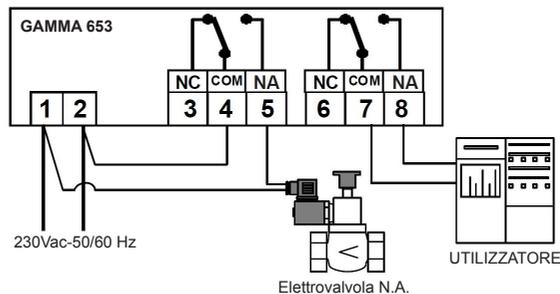
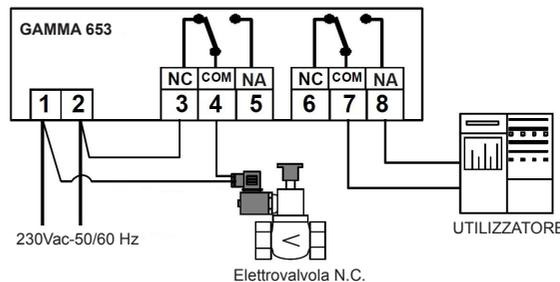

Fig.3
Fig.4
essa può essere di tipo **N.A.**(Normalmente Aperta, Fig.3) o **N.C.** (Normalmente Chiusa, Fig.4). Ricordiamo che l'elettrovalvola va installata sulla tubazione del gas all'esterno del locale da controllare in quanto non può proteggere da perdite che avvengano a monte della stessa.
• **CON IL JUMPER IN QUESTA POSIZIONE, IN CASO DI ALLARME I RELE' COMMUTANO E I MORSETTI 4-5 E 7-8 SI CHIUDERANNO PER 1 SECONDO OGNI MINUTO (FIG.3).**
• **CON IL JUMPER IN QUESTA POSIZIONE, IN CASO DI ALLARME I RELE' COMMUTANO E I MORSETTI 3 e 4 SI APRIRANNO FINO AL CESSATO ALLARME, mentre i morsetti 7 e 8 SI CHIUDERANNO FINO AL CESSATO ALLARME (FIG.4).**